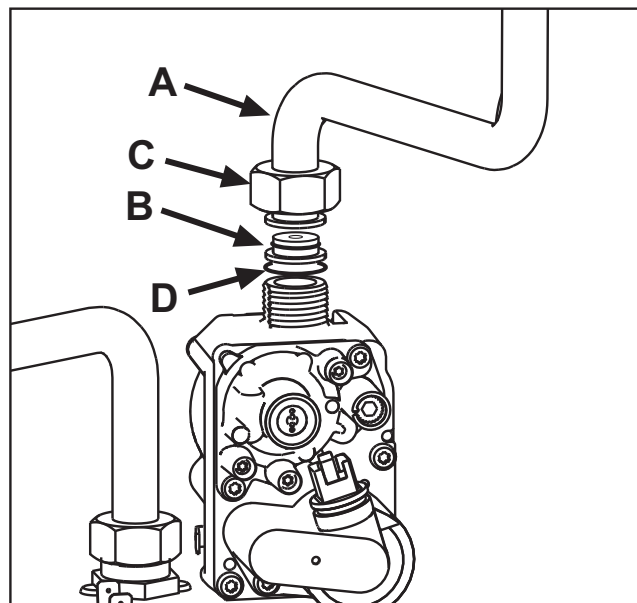

fig. 22
- Dévisser le papillon C et dégager le tuyau du gaz A de la soupape gaz (voir fig. 22).
- Remplacer la buse B présente dans le tuyau gaz par celle contenue dans le kit de transformation après avoir intercalé le joint D (voir fig. 22).